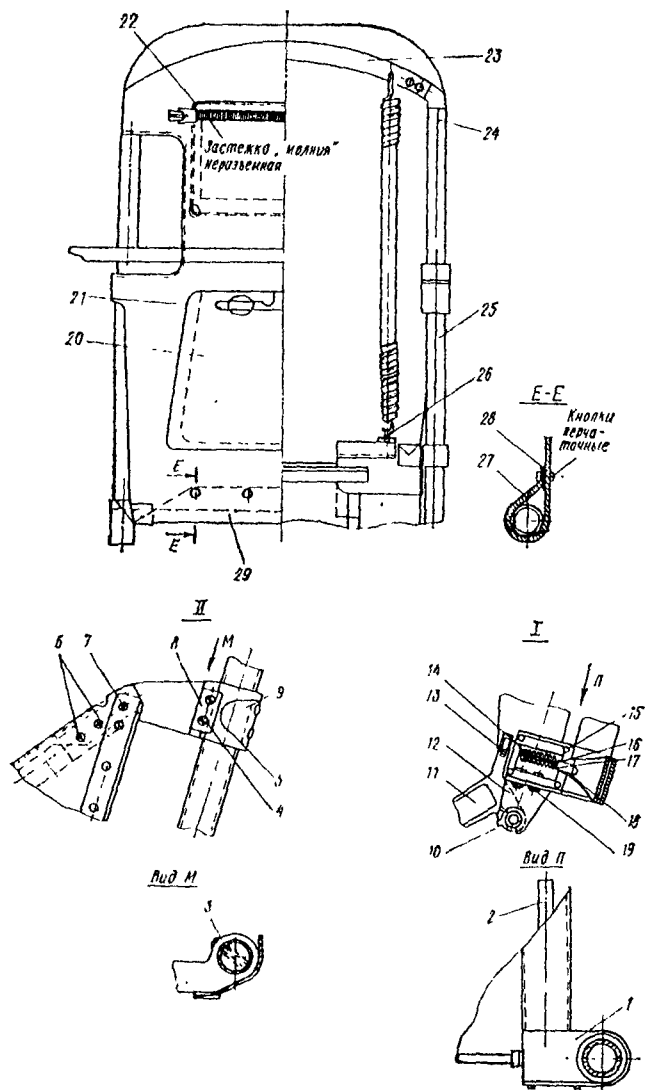

Рис. 6.12. Кресло пилота:
13. Снимите две накладки 8 (рис. 6.12), отвернув четыре винта 4.
25. Расконтрите и снимите трубу 2 (рис. 6.12).
и) осмотрите кронштейны 12 (рис. 6.12). Царапины, задиры и поверхностную коррозию зачистите шлифовальной шкуркой № 5—6. При наличии трещин кронштейн замените. Анкерные гайки на кронштейнах с трещинами, коррозией и срывом резьбы замените. При мелких забоинах резьбы прикалибруйте ее.
г) осмотрите резьбу на деталях кресел, при срыве резьбы восстановите ее. В случае невозможности восстановления резьбы нарежьте резьбу следующего по размеру диаметра. При разработке отверстий на трубе 29 (рис. 6.12) под болты крепления сиденья